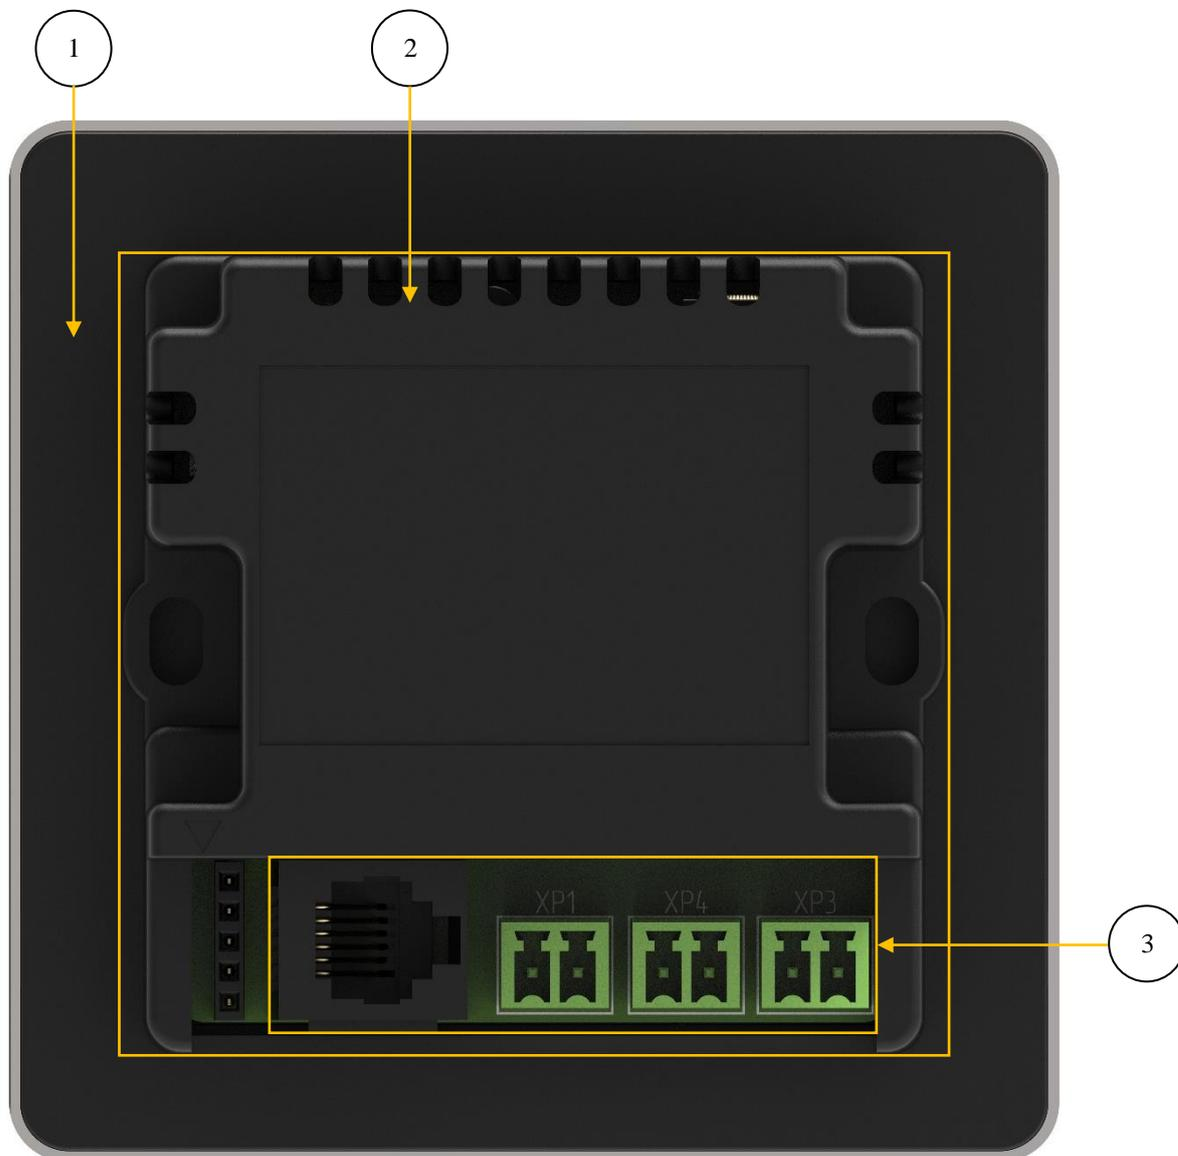

Рис. 12.: Дисплейный модуль. Вид сзади.
2.2. Задней крышки (Рис. 12.: Дисплейный модуль. Вид сзади., Рис. 13.: Дисплейный модуль. Изометрия).